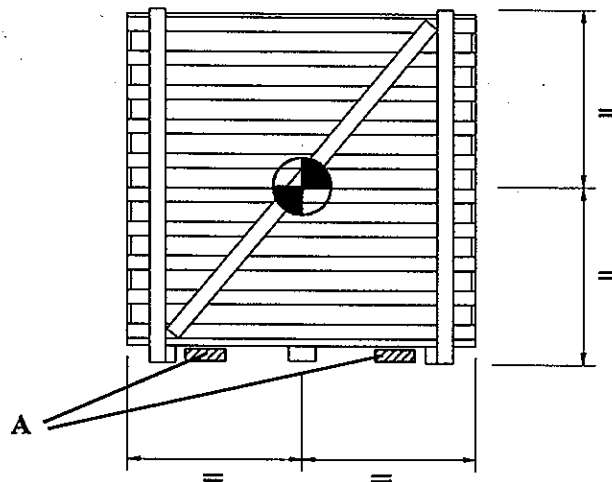

fig. 1
The center of gravity for all models is equidistant of the sides, top and lower of the crate (fig. 1).
El centro de gravedad de todos los modelos es equidistante de los laterales del embalaje y de las caras superior e inferior. (fig. 1)
Le centre de gravité de tous les modèles est équidistant des carters de l'emballage et des côtés supérieur et inférieur (fig. 1)
To move the machine when crated (fig. 1), use best a pallet truck, placing the forks (A) between the crating base and the floor, use the maximum width permitted by the crating.
El transporte de la máquina con embalaje (fig. 1) se realizará, preferentemente, mediante carretillas elevadoras, introduciendo las palas (A) en el espacio que existe entre la base del embalaje
Le déplacement de la machine avec emballage (fig. 1), sera effectué, préférentiellement, par des chariots élévateurs, on introduira les fourches (A) dans l'espace qu'il y a entre la base de